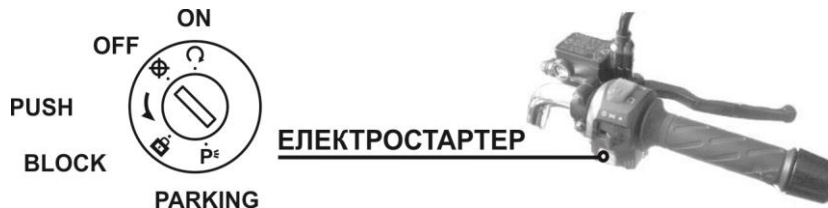

Рис. 4.1. Замок запалювання
3. При повністю закритій дросельній заслінці натиснути клавішу запуску двигуна електростартером (див. рис. 4.1.) і утримувати її в натиснутому стані до запуску двигуна, але не більше 5 секунд. Якщо запуск двигуна не відбувся, почекати 10 секунд і знову натиснути клавішу запуску. Якщо двигун на холостому ході працює не стабільно, після запуску злегка відкрийте дросельну заслінку.
Після зупинки мотоцикла необхідно заглушити двигун і встановити мотоцикл на одну з відкидних підніжок – або бічну, або центральну. Не рекомендується залишати мотоцикл притуленим до стіни, стовбуру дерева або до будь-якої іншої опори, тому що при цьому не виключається можливість його самовільного переміщення або падіння. Важіль перемикачів передач повинен бути переведений у нейтральну позицію, кермо повернуте до упору вліво, запалювання повинно бути вимкнено, ключ запалювання переведений у крайнє ліве положення (див. рис. 4.1.). Ключ витягнути.